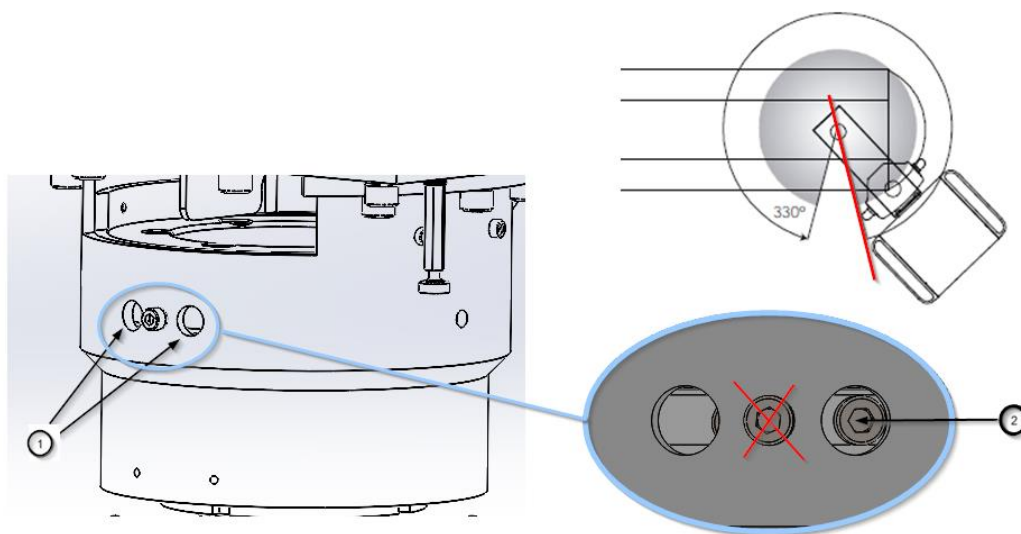

Abb. 11 Schematische Darstellung der Drehungseinstellung
- Bringen Sie die Säule in die neue gewünschte maximale Position und lassen Sie dabei ausreichend Spielraum (eine Faustbreite), wie in Abbildung 11 dargestellt.